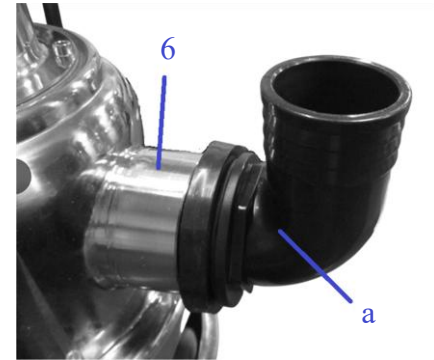

Fig. 2
- Installa l'adattatore di uscita e il raccordo (a) forniti sull'uscita dell'acqua (6) come mostrato nella Fig. 2.